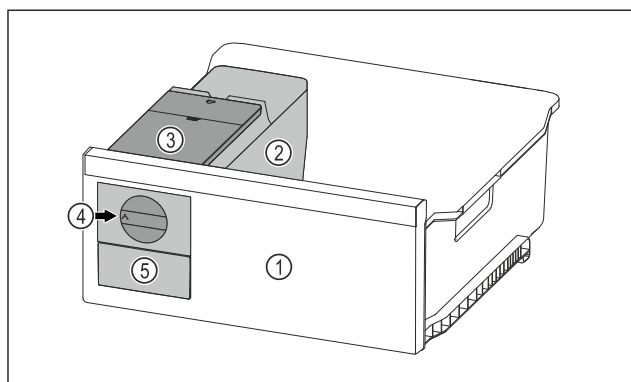

Fig. 70 Beispielhafte Darstellung
- ▶ Drehknopf Fig. 70 (4) im Uhrzeigersinn bis zum Anschlag drehen.
- ▶ Eiswürfel fallen aus der Eiswürfelschale in das Eiswürfel-schubfach Fig. 70 (5).